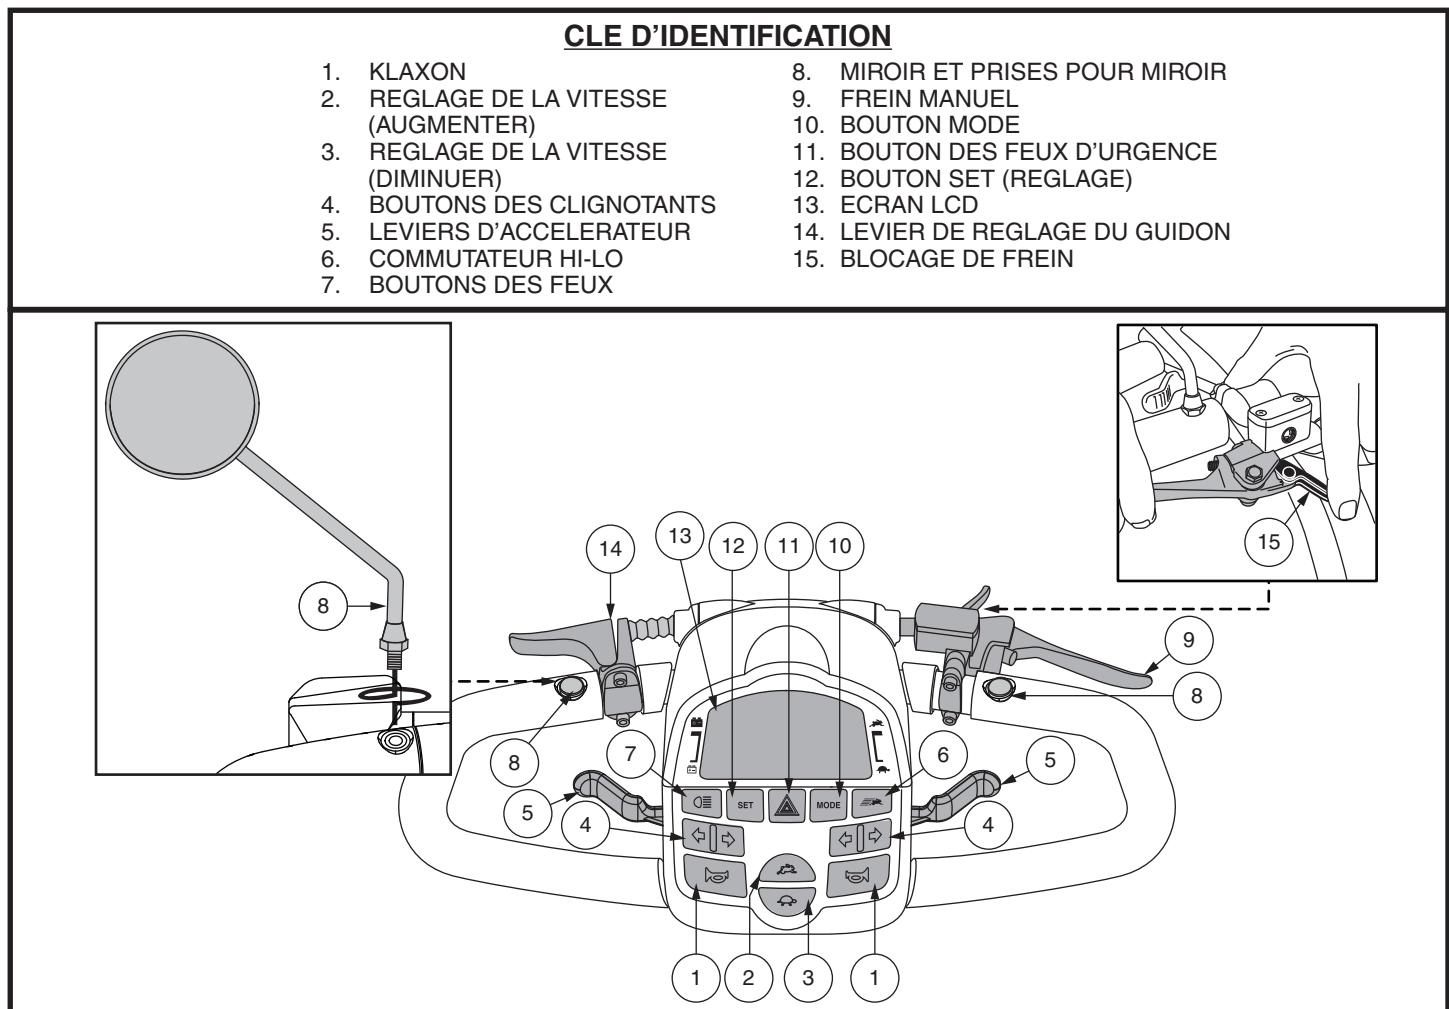

Figure 1. Panneau de commande LCD
Le tableau de bord et le guidon inférieur comprennent toutes les commandes nécessaires pour conduire votre véhicule, y compris le panneau de commande LCD, les leviers d'accélérateur, la clé de contact et le commutateur du levier d'accélérateur. **Voir la figure 1.**
Ces leviers vous permettent de contrôler la vitesse avant et arrière de votre VMP jusqu'à la vitesse maximum déterminée par les boutons de réglage de la vitesse. Un levier d'accélérateur se trouve sur la partie inférieure des côtés gauche et droit du guidon. **Voir la figure 1.**
- Appuyer une fois sur le bouton **Hi-Lo** pour fixer le réglage de la vitesse à Hi. L'indicateur Hi-Lo s'affiche sur l'écran LCD. **Voir la figure 1.** L'utilisation de ce paramètre en conjonction avec les boutons de réglage de la vitesse permet au véhicule d'atteindre des vitesses jusqu'à la vitesse maximale préprogrammée pour le véhicule.
Le panneau de commande LCD vous donne des informations intuitives via l'écran LCD. **Voir la figure 1.** L'écran LCD est également utilisé lors de la configuration initiale (activation) des différents paramètres du panneau de commande.